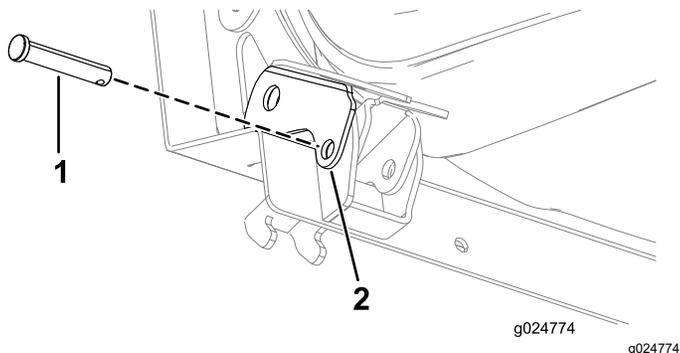

Figura 23
- 6. Spostate parzialmente il perno con testa verso l'interno attraverso il foro nel fermo del sedile (Figura 23).